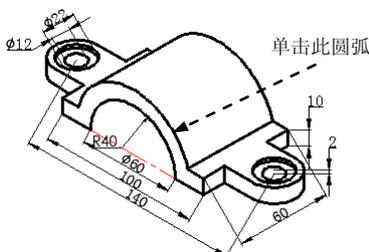

图 12.2.20 创建半径标注
(2) 创建引线标注。选择下拉菜单 **标注(A)** → **多重引线(I)** 命令；在图 12.2.20 所示圆弧上单击以确定引线的起点，将光标向左下方移动一定距离并单击，再将光标向左水平方向移一定距离单击；输入 R40 后在空白区域单击，完成半径标注，结果如图 12.2.20 所示。